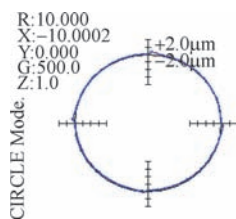
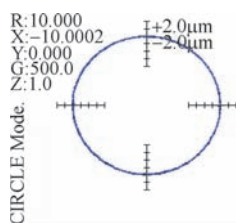

图5 参数调整后前
图6 参数调整后
(3) 通过SERVO GUIDE 测量X-Y圆弧运动的误差波形如图5、图6所示。圆大小的问题，引起的原因主要是伺服滞后所带来的加工形状误差，在系统侧可以使用前馈功能、适当设定较小插补后时间常数等方法，改善伺服滞后所引起的加工形状误差。